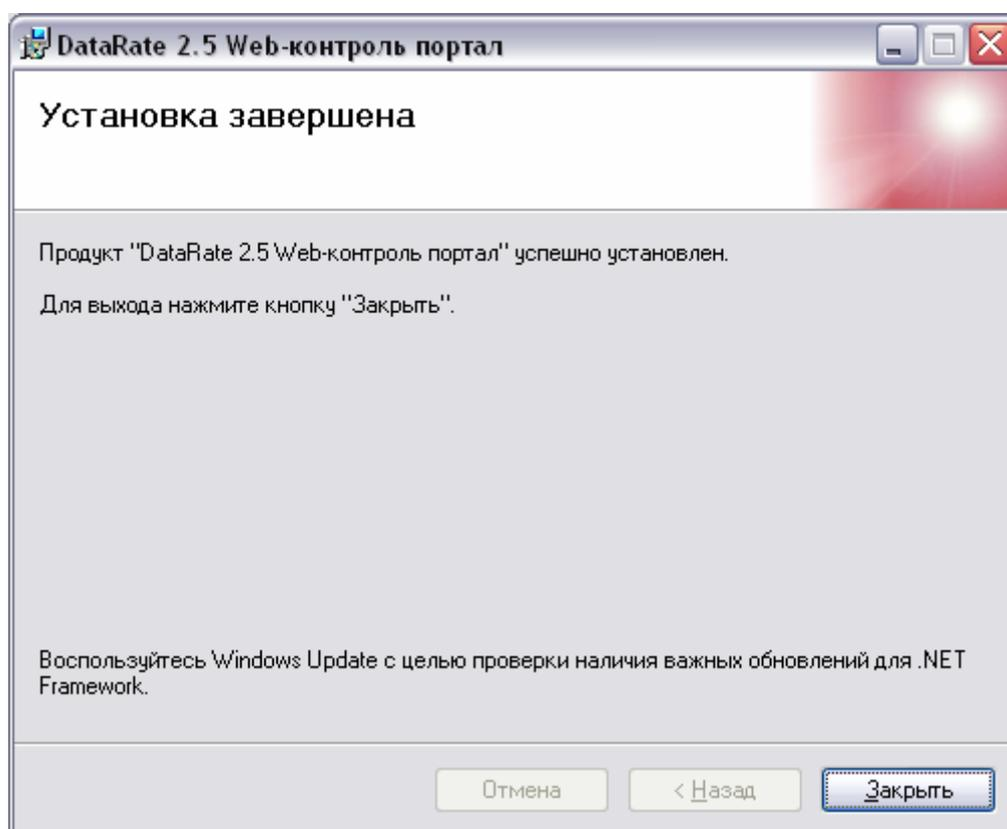

Рисунок 9 - Завершение установки **Web-контроль портала**
- 7) Нажмите кнопку «**Закреть**» (рисунок 9). Установка портала **Web-контроль** завершена.